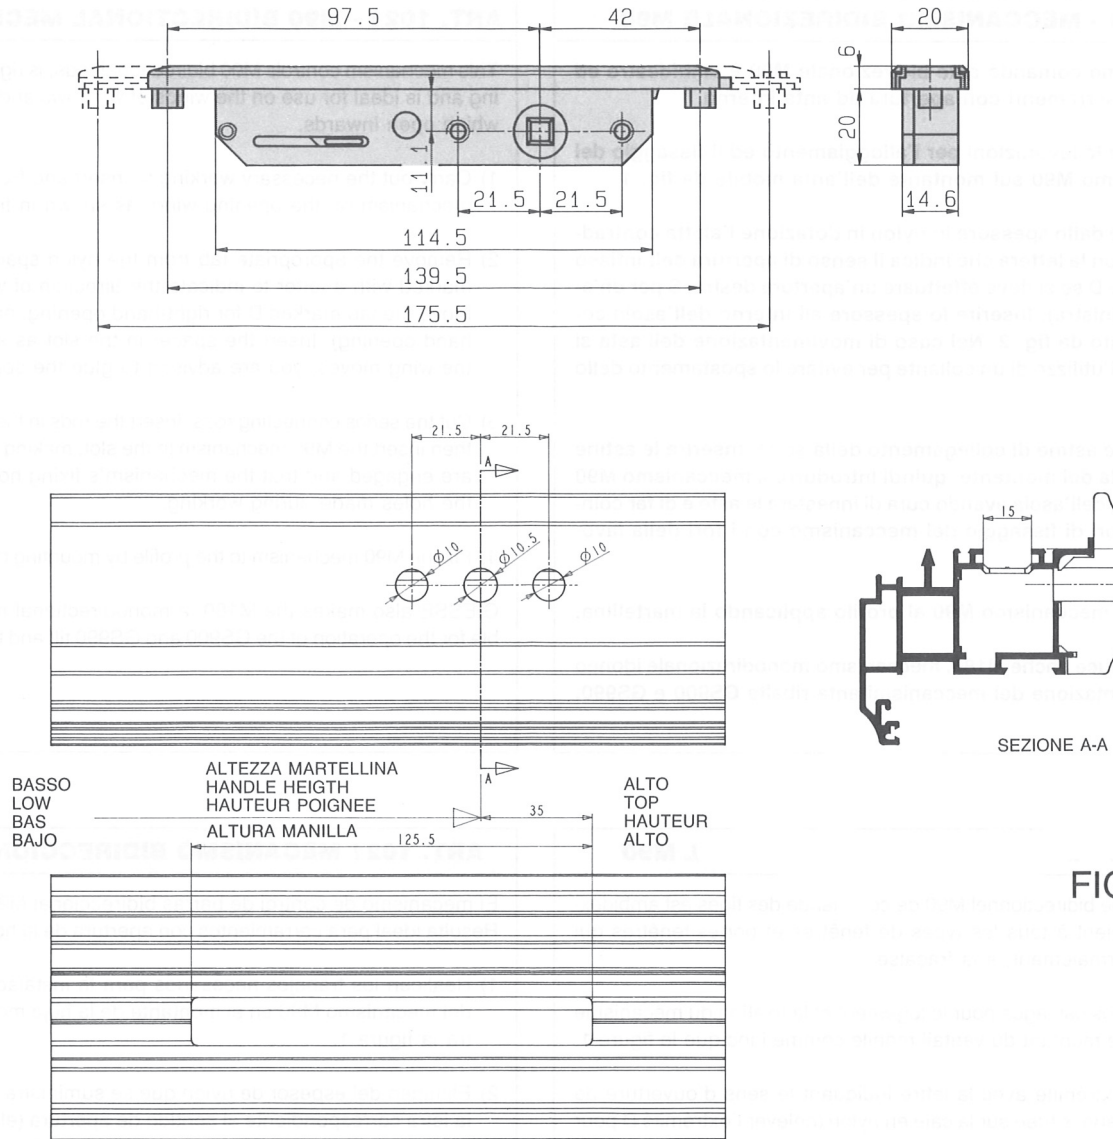

FIG. 1
1) Effettuare le lavorazioni per l'alloggiamento ed il fissaggio del meccanismo M90 sul montante dell'anta mobile da fig. 1.
1) Carry out the necessary working to insert and fix in place the M90 mechanism on the opening wing, as shown in fig. 1.
1) Exécuter les usinages pour le logement et la fixation du mécanisme M90 sur le montant du vantail mobile comme l'indique la figure 1.